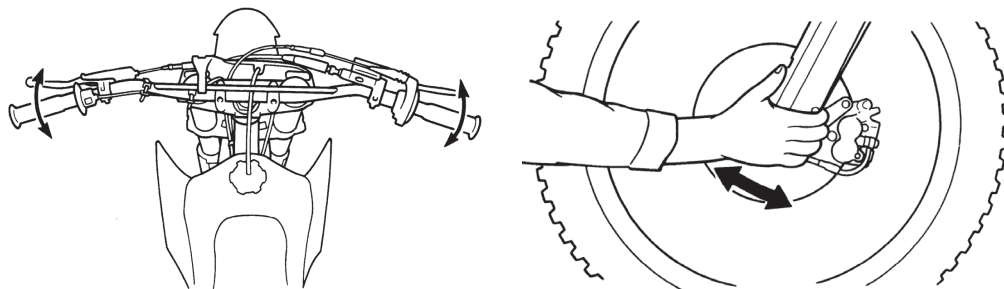

Рисунок 3. Проверка рулевой колонки
1. Встаньте перед скутером. Возьмитесь за вилку (в районе передней оси), затем потяните вилку по направлению к двигателю и обратно несколько раз (рис. 3). Если подшипники изношены, вы почувствуете люфт или даже услышите щелчок / глухой удар.